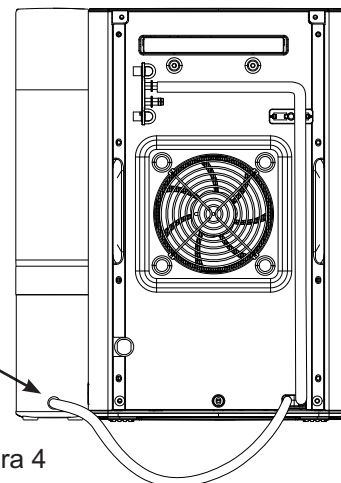
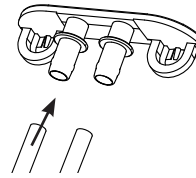

Figura 4
Figura 9
6. Una vez completado el enjuague, vuelva a conectar las tuberías de drenaje al tapón de drenaje (Figura 6), o si cuenta con un tanque lateral, vuelva a conectar la tubería sin etiqueta al tapón del drenaje, y la Tubería B a la base del Tanque Lateral (Figura 4).
- Una vez completado el drenaje, vuelva a conectar ambas tuberías al tapón de la tubería de plástico gris (Figura 9).
6. Una vez completado el enjuague, vuelva a conectar las tuberías de drenaje al tapón de drenaje (Figura 9), o si cuenta con un tanque lateral, vuelva a conectar la tubería sin etiqueta al tapón del drenaje, y la Tubería B a la base del Tanque Lateral (Figura 4).